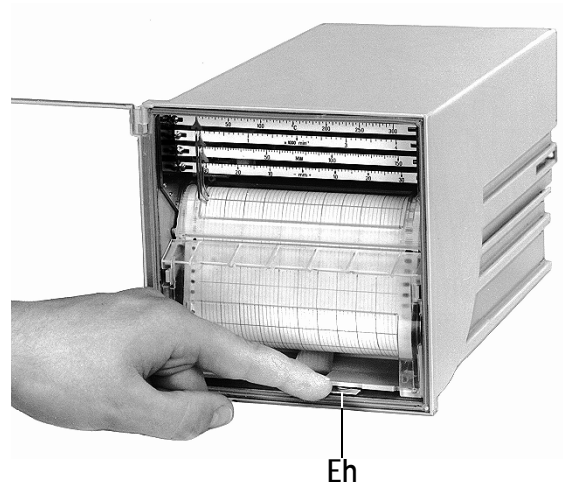

Figure 1 Dépose du support d'impression
- Exercer une pression vers le bas sur le levier de déverrouillage Eh (voir la figure 1). Le support d'impression doit alors basculer vers l'avant. Le déposer.